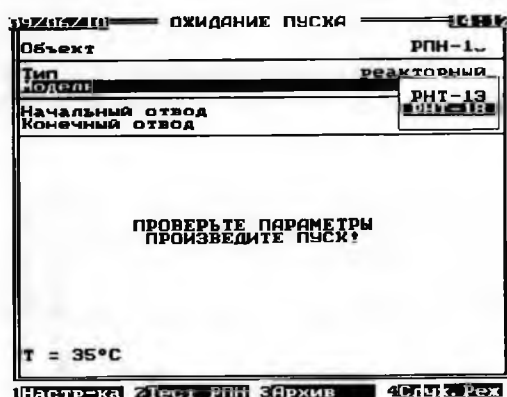

Рис.10.14. Окно списка моделей
10.4.5. Для смены названия модели на другое из имеющегося списка кнопками ↑, ↓ выделить строку **Модель** и нажать кнопку **ВВОД**. В появившемся списке (рис.10.14) кнопками ↑, ↓ выделить нужное название и нажать кнопку **ВВОД**. Выделенное название сменит на строке модели прежнее.